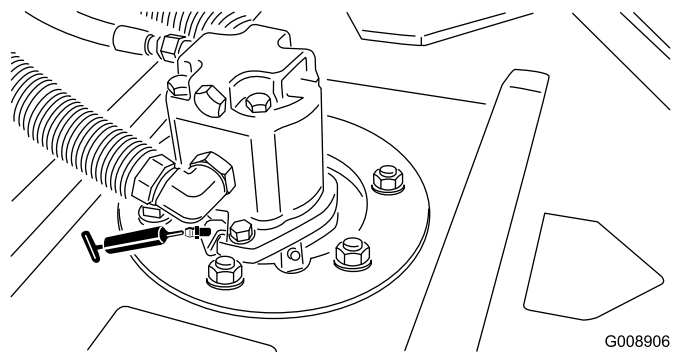

Figura 77
- Cuscinetti dell'asse del mandrino dell'apparato di taglio (2 per apparato di taglio) – Figura 77